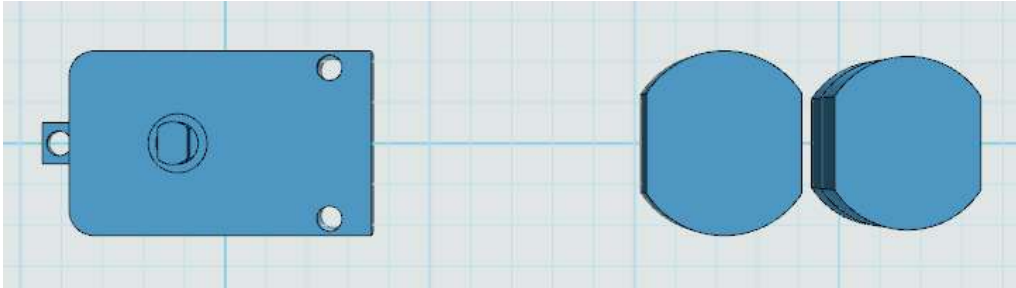

图 15-31
16.选择上一步缩放完成的实体，选择最上一平面。点击拉伸命令，高度为14。完成后如图 15-31 所示。并删除拉伸前的模型。